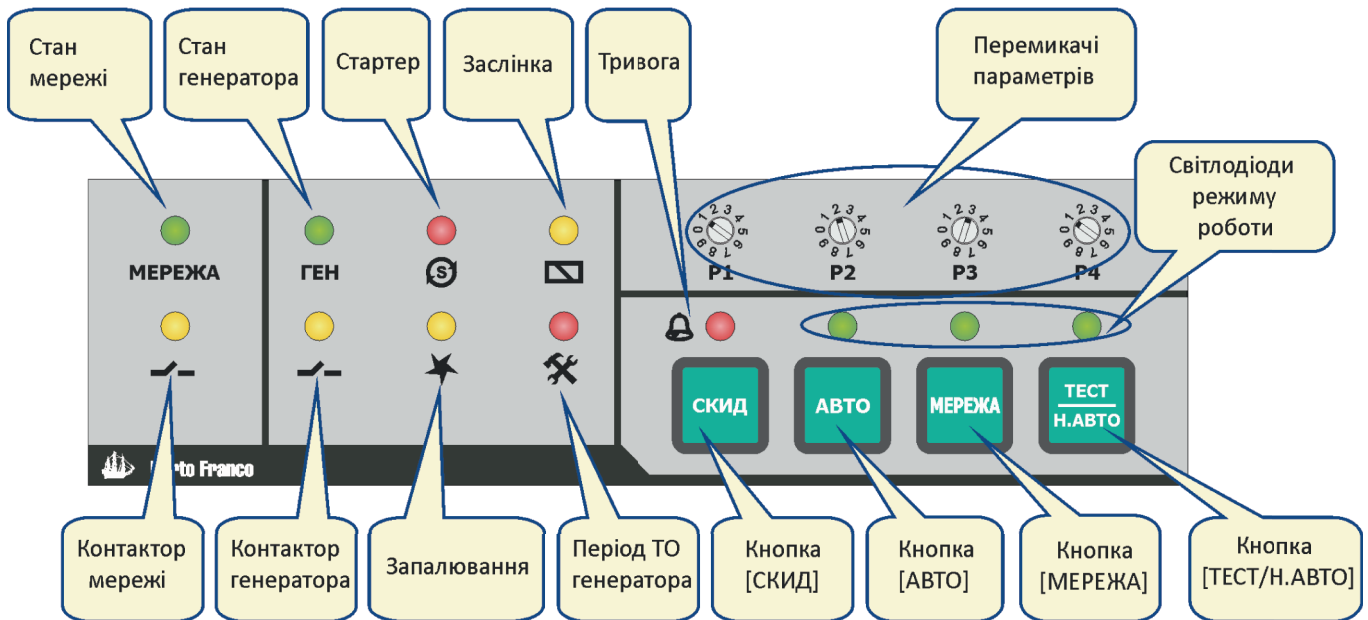

Рис. 5.2 – Елементи індикації та управління
На передній панелі контролера розташовані такі елементи індикації (рис. 5.2):
5.3.2 Три світлодіоди режиму роботи розташовані над відповідними кнопками вибору режиму (рис. 5.2). Поточний режим роботи контролера відображається зеленим світінням відповідного світлодіода. Блимання світлодіода над кнопкою [ТЕСТ/Н.АВТО] відображає режим «Тест» (п. 5.5.1.3), а безперервне світіння – режим «Напіваавтомат» (п. 5.5.1.4).
5.4.1 На передній панелі контролера (рис. 5.2) розташовані такі елементи управління:
5.5.1 Вибір основних режимів «Авто», «Мережа» та додаткових – «Тест» або «Напівавтоматичний» здійснюється натисканням відповідної кнопки на передній панелі контролера (рис. 5.2).
5.6.1 Перемикачі параметрів (рис. 5.2) дозволяють налаштувати чотири параметри контролера, які представлені в таблиці 5.2. Відповідність положення перемикача значенню параметра наведено в таблицях 5.3 – 5.6.